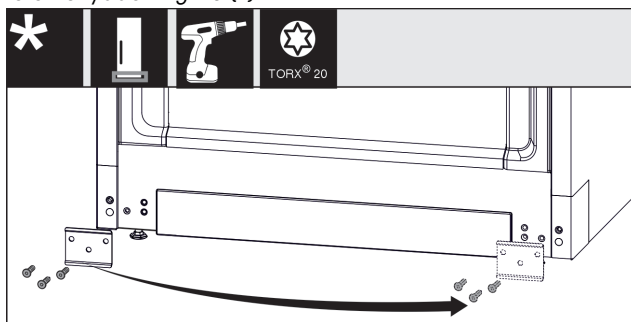

Fig. 14
- Skruva av plåten Fig. 14 (1), sätt den på den andra sidan och skruva fast.